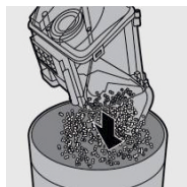

Рис. 27
5. Вытряхните мусор из пылесборника в мусорное ведро (рис. 27).